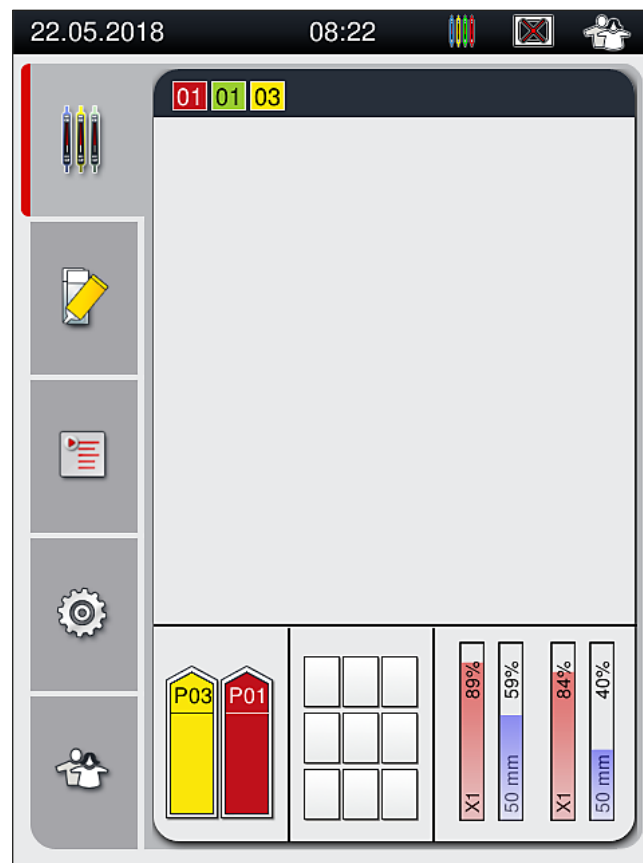

Abb. 73
7. Die erkannte Farbe des Bügels wird in der Prozess-Statusanzeige dargestellt (→ Abb. 73).